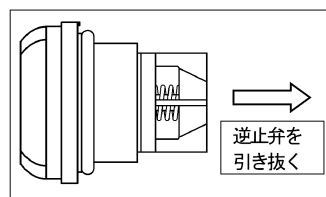

図 9
- ① 逆止弁押さえを流水方向に向かって左に回して取り外します。
- ② メータ受け及び逆止弁を取り外します。
- ③ メータ受けから、逆止弁を引き抜きます。(図 9 参照)